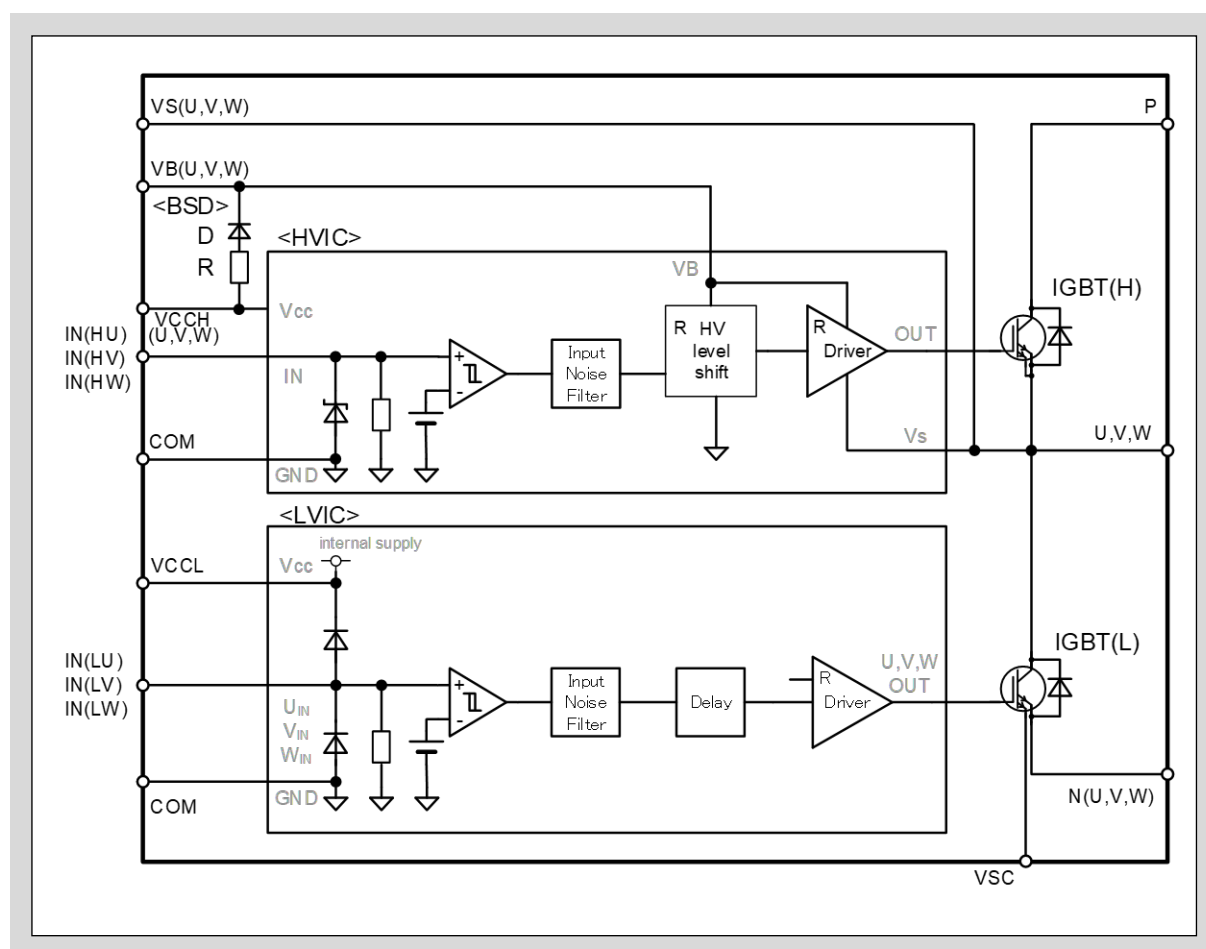

図3-16 入力端子 IN(HU,HV,HW), IN(LU,LV,LW) 回路
- 本製品の入力端子はハイアクティブ動作です。この動作論理により、入力信号は制御電源の立上げ・立下げシーケンスにおいて制限が無いため、システムとしてフェイルセーフとなります。また、図3-16に示すように、入力端子にはプルダウン抵抗を内蔵しているため、外付けプルダウン抵抗を必要とせずシステムの部品点数を減らすことができます。さらに入力閾値電圧を低く設定していることにより3.3V電源のMPUに直接接続できます。
- MPUと本製品の入力端子間に外付けフィルタ抵抗を接続する際には、図3-16に示す入力端子のプルダウン抵抗を考慮して、入力端子電圧が入力閾値電圧以上になるよう設計してください。
- 図3-16に示すようにVCCL-IN(LU, LV, LW)とIN(HU, HV, HW, LU, LV, LW)-COM端子間にダイオードが接続されています。これらのダイオードは本製品をサージ入力から保護するためのものであるため、電圧クランプダイオードとして使用しないでください。本製品が破壊する恐れがあります。